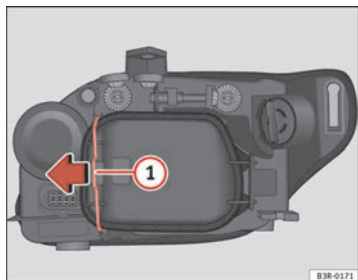

Fig. 220 Lámpara luz de posición
Aunque no es necesario, extraer previamente la tapa rígida ⇒ página 293, fig. 220, facilita el cambio de la lámpara de luz día. ■
- Desplace el tirante ⇒ fig. 220 ① en el sentido de la flecha y saque la tapa rígida separando primero el lado del tirante y sacando después las dos pestañas del extremo contrario de la tapa.